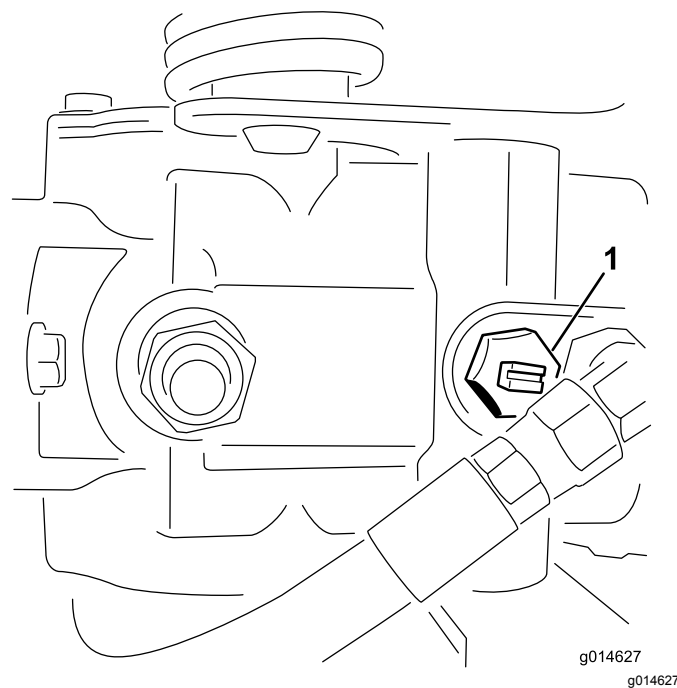

図 23
1. 油圧ポンプについているバイパスバルブ 図 23 の溝が「縦」になるようにバルブを回転させる。
2. エンジンを始動する時には、必ずバイパスバルブ 図 23 を閉じる溝が横向きになる。バルブを開けたままでエンジンを掛けないこと。